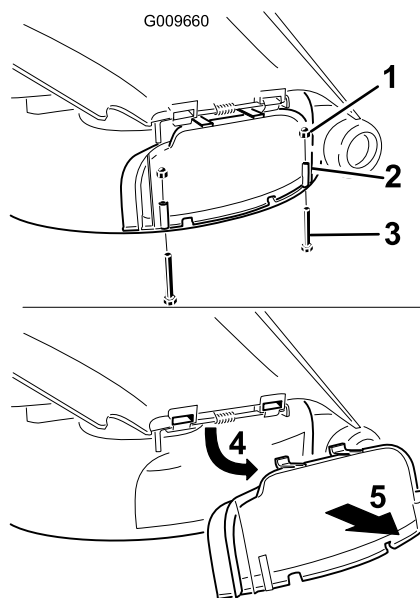

Figure 29
3. Enlevez les 2 boulons et écrous qui fixent l'obturateur d'éjection au plateau de coupe (Figure 29).